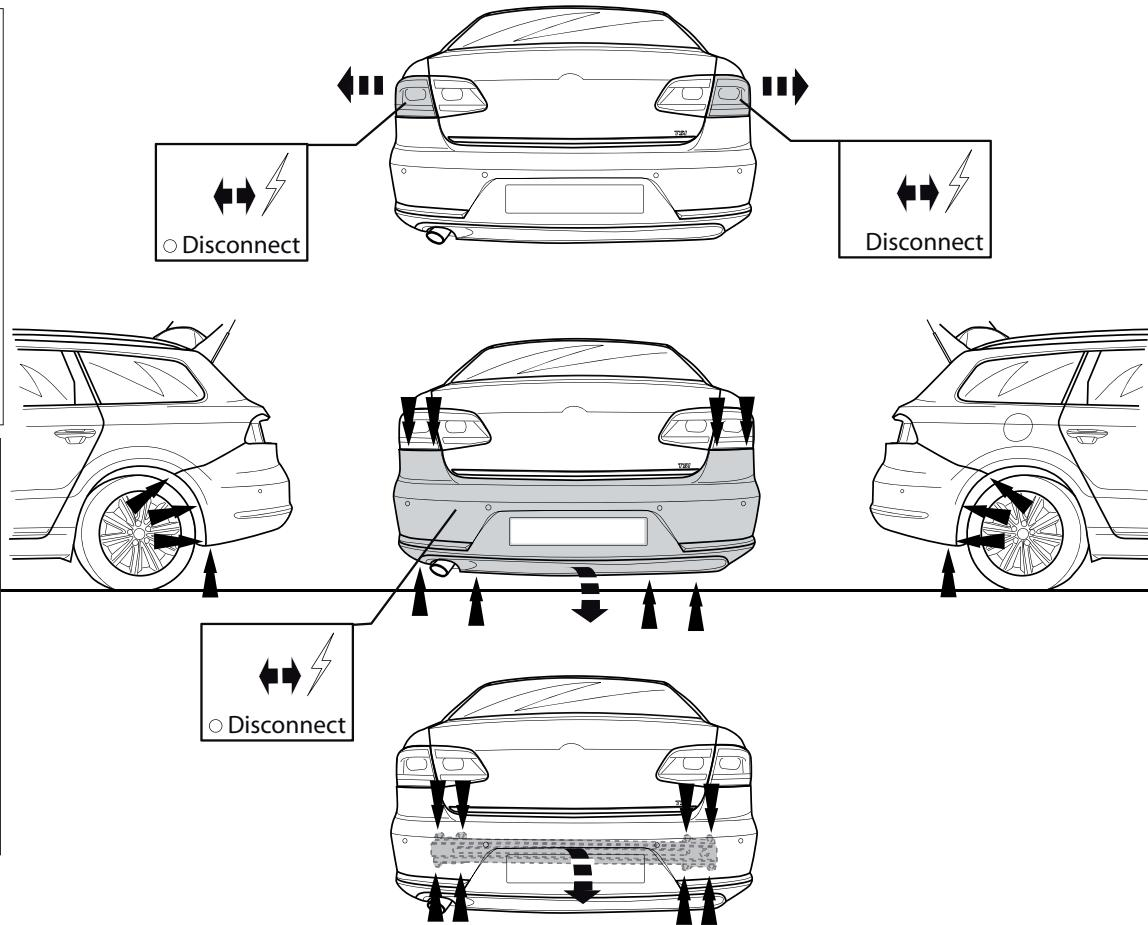

Fig. 1
- Снять бампер вместе со стальным буферным бруском автомобиля буферный брус больше не понадобится. Поставить болты на место. См. рисунок 1.